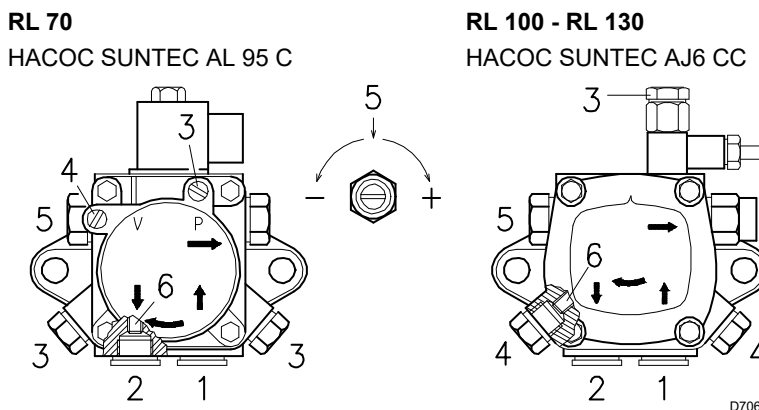

Рис. 18
7.3 Насос (Рис. 18)
- Для автоматического запуска насоса необходимо отвернуть один из винтов 3) (Рис. 18) насоса, чтобы выпустить воздух, содержащийся во всасывающем трубопроводе.
Поверните винт 5) (Рис. 18 стр. 19), чтобы изменить давление насоса.